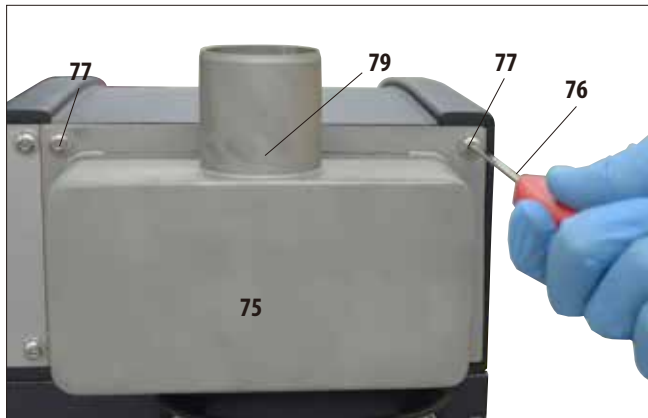
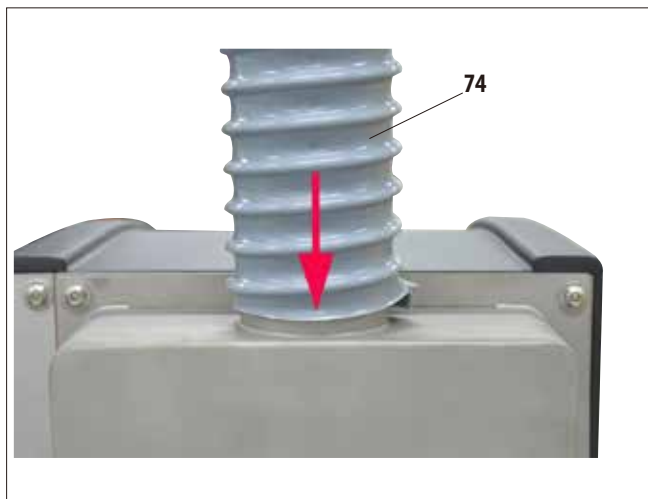

Fig. 23
Fig. 24
- Innestare un'estremità del tubo per fumi (74) sul tubo orientato verso l'alto (79, fig. 23) della flangia e spingerlo fino in fondo (fig. 24).